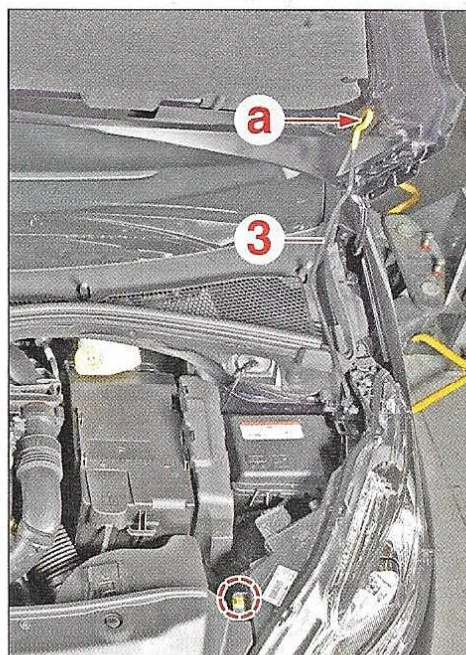

FIG.3
- Dégrafer la béquille (3) de sa fixation et placer son extrémité dans le logement (a) prévu à cet effet (Fig.3).